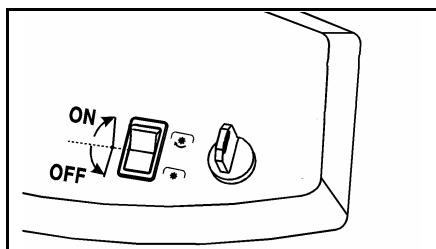

Fig. 19
S'assurer que l'embrayage de coupe est à l'arrêt avant de faire démarrer le moteur (fig. 19).
2. Une fois sur la pelouse, mettre en route la tondeuse en actionnant l'interrupteur de tonte (fig. 19; pos.5).